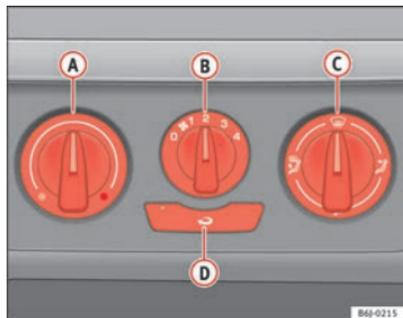

Abb. 85 In der Instrumententafel: Bedienelemente der Heizung
- Mit den Reglern **A** und **C** und dem Schalter **B** ⇒ Abb. 85 stellen Sie die Temperatur, die Luftverteilung und die Gebläsestufen ein.